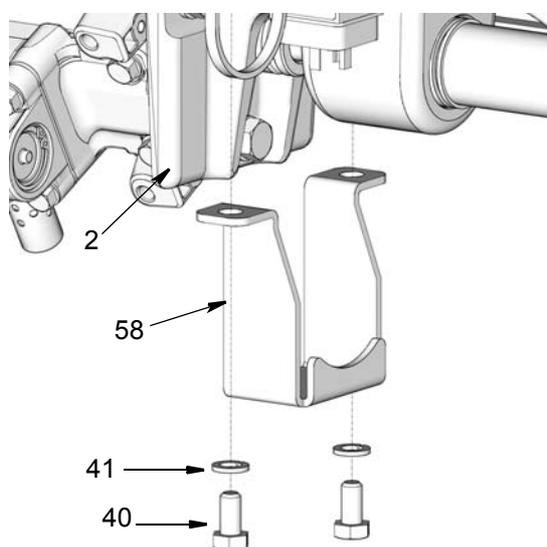

FIG. 13
3. Quite los tornillos (40), arandelas (41) y protección de dedo (58) de la base de la bomba (2) (FIG. 13).